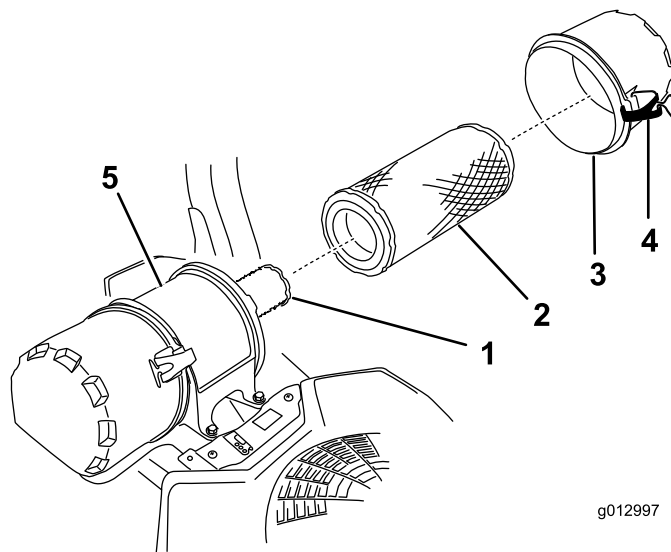

Figure 47
6. Ouvrez les dispositifs de verrouillage du filtre à air et détachez le couvercle du corps du filtre (Figure 47).
8. Sortez le préfiltre du corps du filtre avec précaution (Figure 47).
2. Si vous remplacez l'élément intérieur, insérez-le avec précaution dans le corps du filtre (Figure 47).
3. Placez ensuite le préfiltre sur l'élément intérieur avec le même soin (Figure 47).
4. Remettez en place et verrouillez le couvercle du filtre à air (Figure 47).